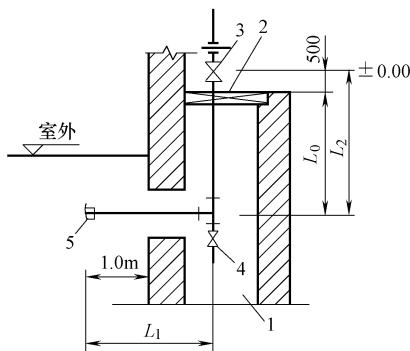

图 3-5 给水引入管的安装
(2) 给水引入管由总阀至距墙外皮 1m 处的两管段 L_1 和 L_2 组成,如图 3-5 所示。安装时,应按量尺及比量法下料,在地面上预制成整体后,一次性地穿入基础预留孔洞。预制时,应在室外部分的管端加工管螺纹,并连接管接头(管箍)及堵头,以备试压。必要时,可引入管预制并经试压合格后再穿入基础预留孔洞,以确保引入管螺纹连接的严密性。